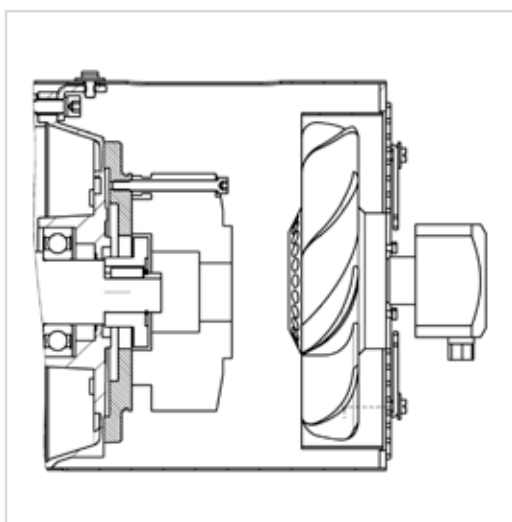

Рис. 9. Двигатели АДЧР112-355 «ТВ»
- с тормозом и принудительной вентиляцией – модификация «**ТВ**» (рис. 9 и 10);